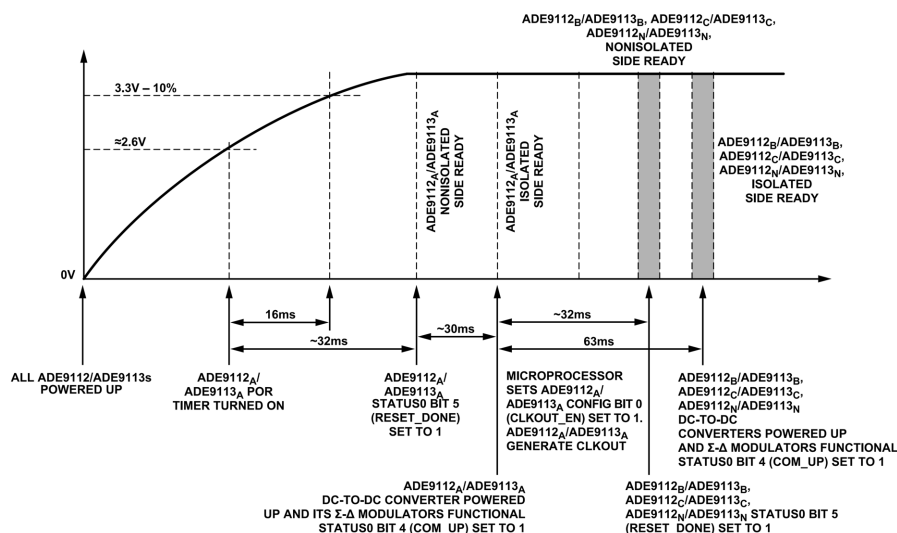

図 45. 複数のデバイスを搭載するシステムのパワーアップ手順
多相電力量計のセクションで詳述されている多相電力量計で、単一の水晶振動子が使用される場合のパワーアップ手順は次のとおりです (図 45 参照)。
1. ADE9103/ADE9112/ADE9113 デバイスに VDD を供給します。A 相の ADE9112/ADE9113 (図 45 で ADE9112A/ADE9113A と表示) デバイスが正しく機能し始めることを保証するために、電源電圧は必ず、約 2.5V レベルから 16ms 以内に 3.3V – 10% に達する必要があります。ADE9112A/ADE9113A デバイスは、16.384MHz の水晶振動子によってクロック供給され、その後機能し始めます。その他の ADE9103/ADE9112/ADE9113 デバイスはまだクロック供給されていません。
7. 残りのすべての ADE9103/ADE9112/ADE9113 デバイスのレジスタを初期化します。1 つの ADE9112/ADE9113 デバイス (例えば、C 相。図 45 では ADE9112C/ADE9113C) を選択し、CLKOUT/ $\overline{\text{DREADY}}$  ピンを、マイクロコントローラの外部割込み入出力ピンに接続します。CLKOUT/ $\overline{\text{DREADY}}$  ピンの  $\overline{\text{DREADY}}$  機能を使用するには、ADE9112C/ADE9113C の CONFIG0 レジスタのビット 0 (CLKOUT\_EN) を必ず、デフォルト値の 0 のままにしておく必要があります。